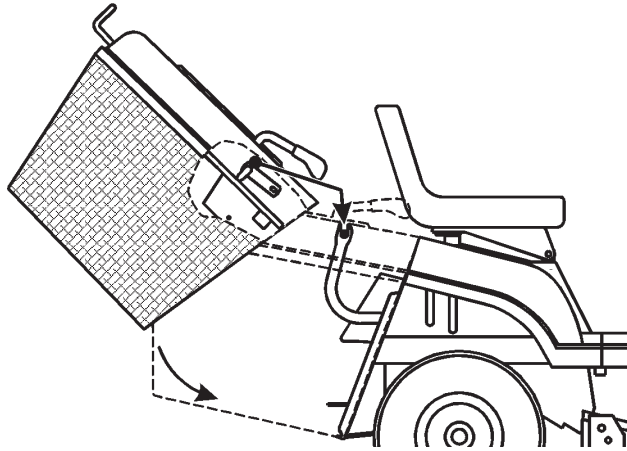

Bild 42
1. Kippen Sie den Graskollektor mit beiden Händen nach vorne (Bild 42).
2. Kippen Sie den Kollektor um ungefähr 40 Grad nach vorne. Schieben Sie ihn dann auf die Stützschienen hinten am Traktor (Bild 42). Achten Sie darauf, dass der Pfeil oben am Graskollektor mit dem Pfeil am Traktor ausgerichtet ist.